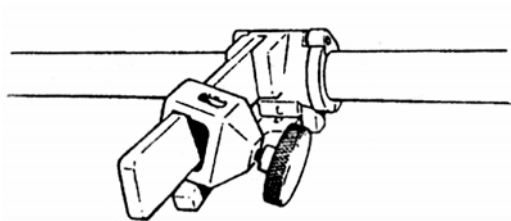

Рис. 6.16. Зажим сращивающей головки на рычаге поперечного зажима
6.1.15. На рычаг поперечного зажима надеть зажим сращивающей головки. Фиксирующий винт должен быть справа (рис. 6.16).